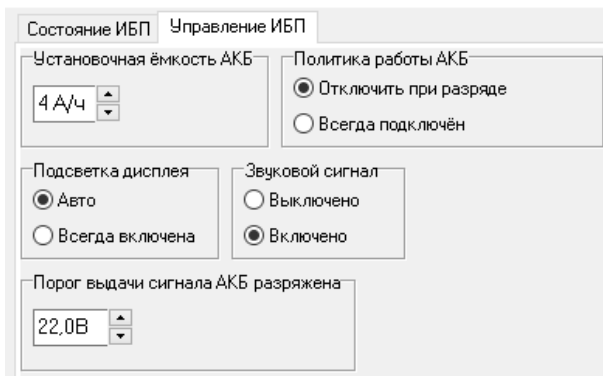

Рисунок 11 — Содержимое вкладки «Управление ИБП»
9.8 Вкладка «Управление ИБП» (см. рисунок 11) позволяет настраивать режим работы АКБ, подсветки дисплея и звукового оповещения. Вкладка содержит разделы: